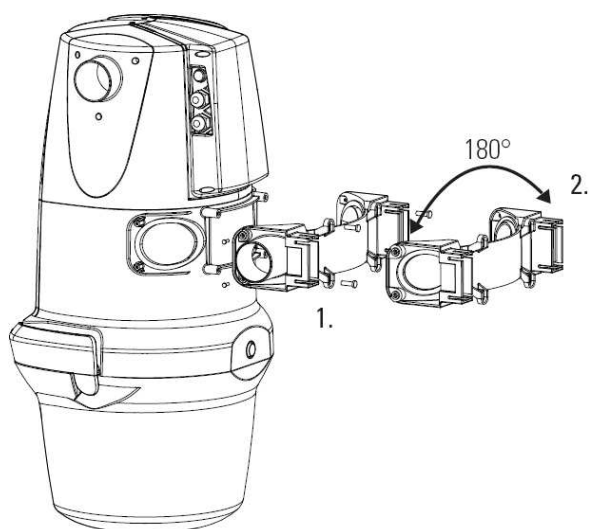

Figura 14
1. Solte os parafusos e remova o suporte. (Figura 14)
2. Gire o acoplamento / entrada reversível em 180°. (Figura 14)